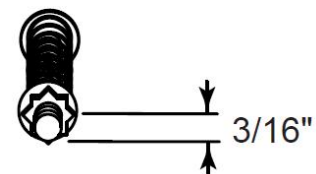

Figure 38 – Remplacement de la vitre (vue de l'intérieur du cadre)
3. Entourer la nouvelle vitre d'un joint d'étanchéité plat autocollant. Voir Figure 38.
5. Faire glisser la porte dans le foyer et remettre les écrous etc. Voir Figure 38.